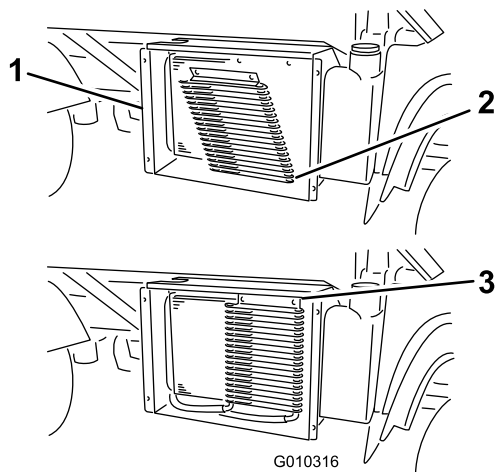

Figure 69
6. Le cas échéant, tournez les verrous et faites pivoter le refroidisseur d'huile pour l'éloigner du radiateur (Figure 69).